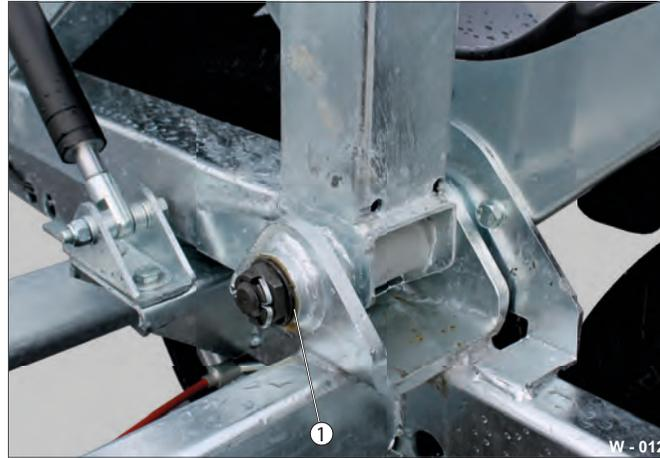

Fig. 12 Paliers / points de lubrification du châssis porte-touret
- Faites basculer le châssis porte-touret vers le haut et vers le bas à plusieurs reprises, pour que la graisse se répartisse dans les paliers (Fig. 12 /1).